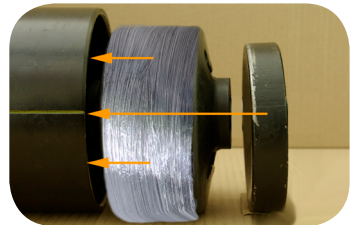

Abb. 12 · Druckscheibeneinbau
5. 3D-Buchse (7) und Druckscheibe (8) vollständig in die Einziehhülse (5) schieben (Abb. 12).